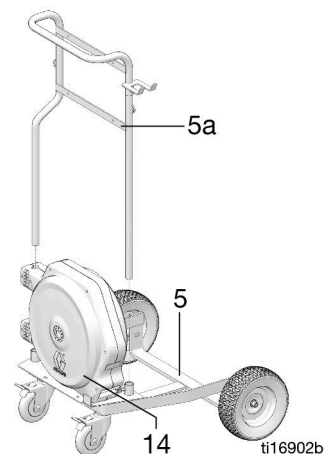

ABB. 30
1. Die Schlauchhaspel (14) seitlich am Fahrgestell (5) platzieren, wie dargestellt in ABB. 30.
2. Griff-Unterbaugruppe (5a) am Fahrgestell (a) montieren (ABB. 30).